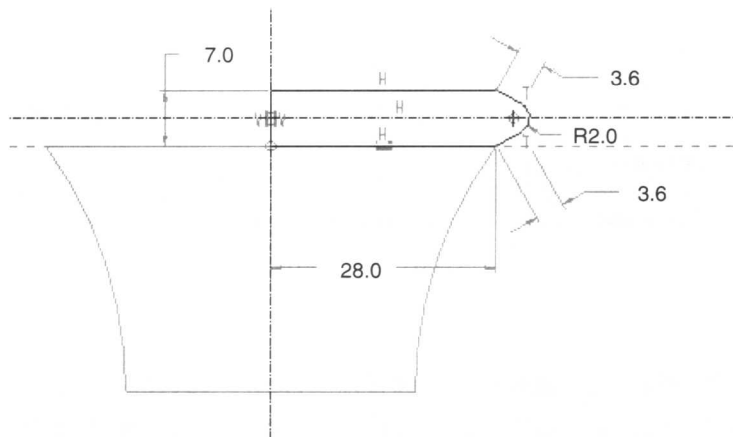

图 1.7 截面草图
- (1) 选择下拉菜单 **插入(I) → 旋转(R)...** 命令。
- (2) 选取 **FRONT** 基准面为草绘平面，**TOP** 基准面为参照平面，方向为 **顶**。
- (3) 创建特征截面。首先接受系统默认的参照，然后绘制如图 1.7 所示的特征截面（要绘出中心线），完成后单击草绘完成按钮 **✓**。